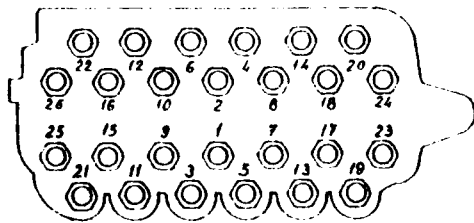

Fig. A3-50A Orden de apriete de los tornillos de fijación culata
- 2.4. Montar las varillas de empuje en sus alojamientos correspondientes e instalar el árbol de balancines (Tarea A3-20). Apretar a continuación todos los tornillos de 1/2" que fijan la culata, a una tensión de 12,5 mkg., por el orden -- que se indica en la figura A3-50A. Los tornillos de 5/16" se apretarán a 1,7 mkg. y el reglaje de taqués se efectuará según la Tarea A3-19.